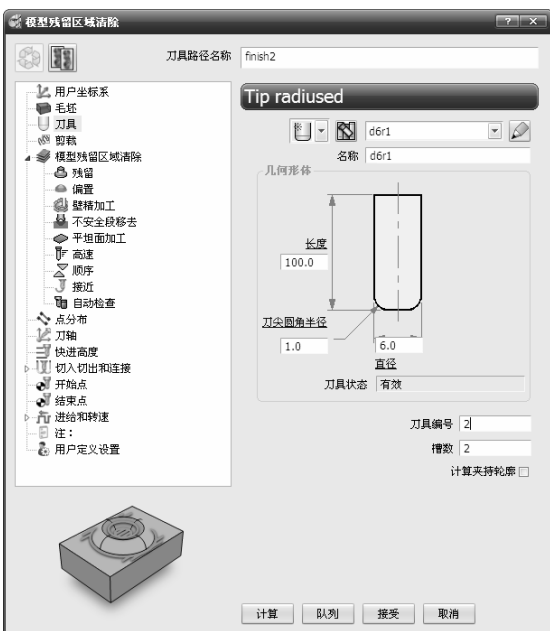

图 4-91 “模型残留区域清除”对话框
2) 在弹出的“模型残留区域清除”对话框中设置相关参数,如图 4-91 所示。